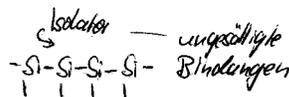

Abbildung 28: Grenze zwischen Halbleiter und Isolator
**Grenzflächenzustände (Abbildung 28)** an Grenze zwischen Halbleiter und Isolator → chemische und strukturelle Störungen an Grenze des Halbleiters ungesättigte Bindungen → elektr. aktiv